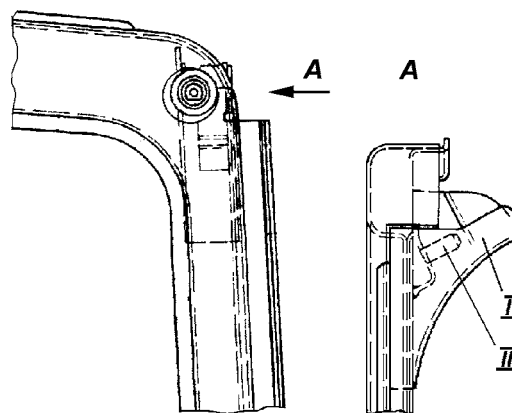

Рис. 15.14. Ветровая рама
2. Срубите зубилом косынки I и держатели II (рис. 15.14) в местах приварки на ветровой раме, зачистите и закрасьте поврежденные места.